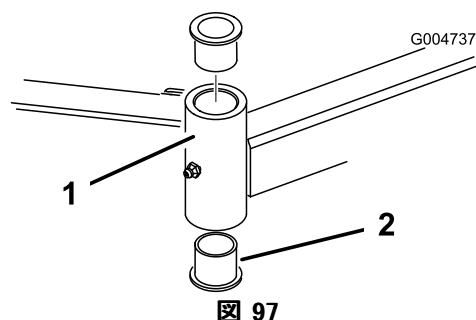

図 97
4. ピンポンチを使って、チューブの上または下からブッシュをたたき出す(図 97)。他のブッシュも、同様にしてチューブから取り外す。チューブの内部をきれいに清掃する。